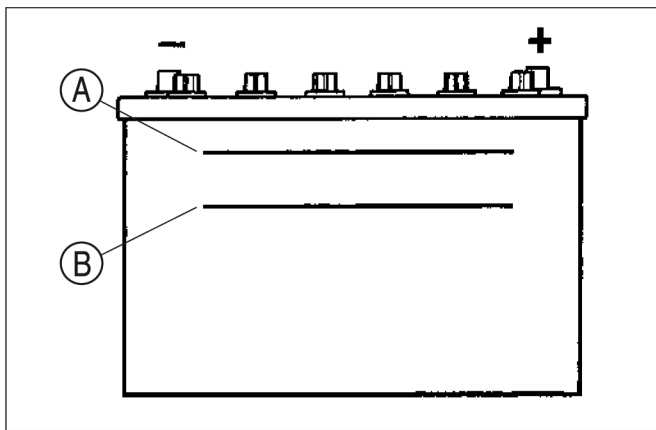

FIG. 78
**Abb. 78:** Da es sich um eine wartungsfreie Batterie handelt, muss normalerweise kein Wasser nachgefüllt werden. Den Batteriesäurestand jedoch gelegentlich prüfen und sicherstellen, dass er sich zwischen den Markierungslinien A und B befindet. KEINESFALLS überfüllen, da die Säure sonst austritt und Korrosion verursacht. Bei zu niedrigem Säurestand destilliertes Wasser in die betroffenen Zellen einfüllen.